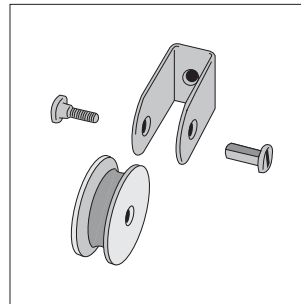

fig.2
- a) pour accéder au trou de fixation de la poulie de glissement, dévisser le goujon qui serre le galet (fig.2). Enfin le fixer au plafond avec un tasseau.